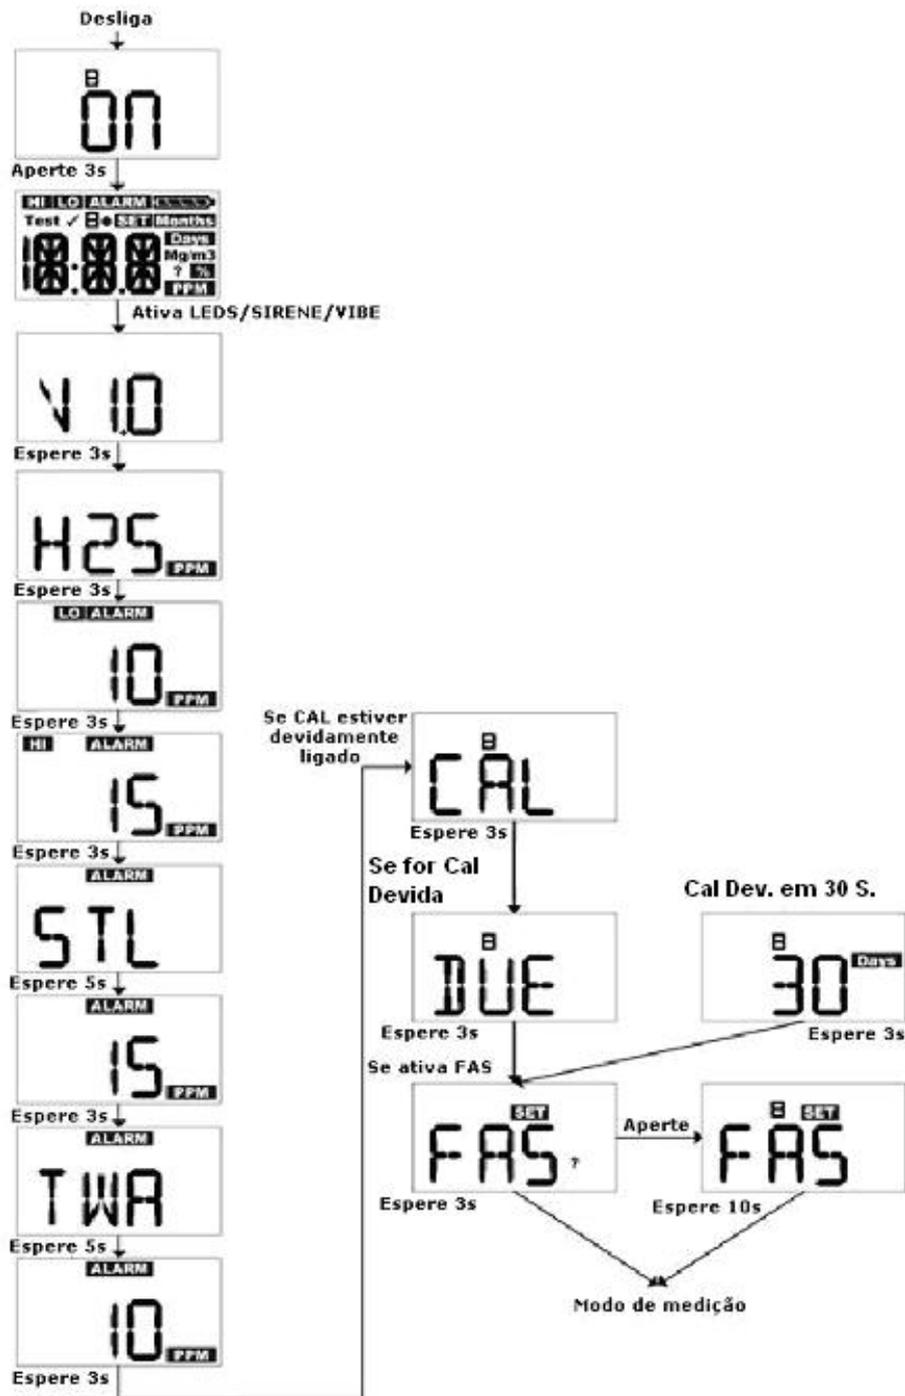

Figura 2-4. Fluxograma de Ativação do Altair Pro
**Nota:** Veja a Figura 2-4 para detalhes.